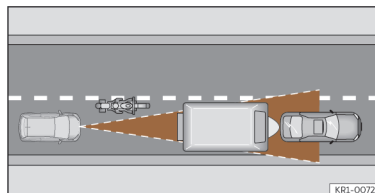

Fig. 143 Motociclo que circula à frente, fora do raio de alcance do sensor de radar.
- Veículos que circulem desalinhados ou fora da zona de deteção do sensor, por exemplo, motociclos >>> **Fig. 143.**